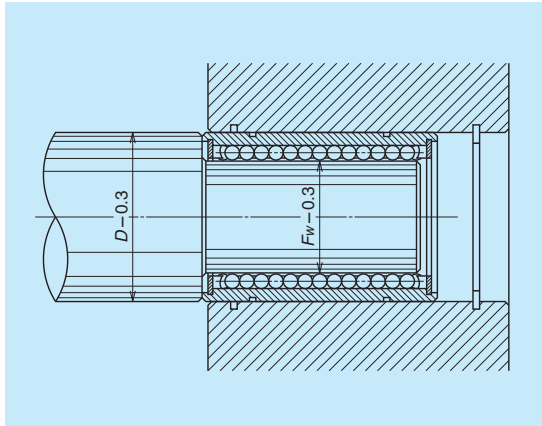

图 10 直线滚珠滑块的安装工具示例
② 关于壳体的内径，请根据表 2 (B370 页) 的推荐值。特别需要注意的是：当内径小或真圆度或圆筒度大的时候，由于整个轴承的收缩而导致产生过大的预紧，从而引发意外事故。
③ 安装轴承时，请用图 10 所示的工具推入或使用垫铁轻轻地敲进去。
③ 开放型的安装